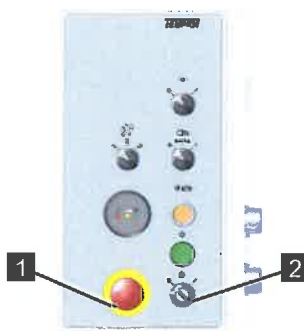

Abb. 64
1. Sicherstellen dass der Not-Halt-Taster am Steuerkasten (Abb.64/1) nicht betätigt ist.
2. Zündschalter (Abb.64/2) im Uhrzeigersinn auf Stellung [1] drehen.